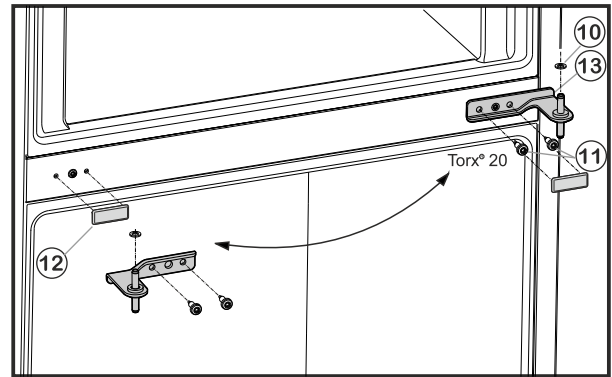

Fig. 6
- ▶ Deșurubați șuruburile de fixare Fig. 6 (11) (2 x Torx® 20) și extrageți suportul lagărului din centru din ușa inferioară.
- ▶ Demontați șaiba din plastic Fig. 6 (10).
- ▶ Desprindeți cu precauție capacul Fig. 6 (12).
- ▶ Așezați capacul Fig. 6 (12) din nou pe latura opusă.
- ▶ Introduceți bolțul central al suportului Fig. 6 (13) rotit cu 180° în ușa inferioară și înșurubați-l ferm cu șuruburile de fixare Fig. 6 (11) (2 x Torx® 20) pe noua parte a șarnierei (cu 4 Nm).
- ▶ Așezați la loc șaiba din plastic Fig. 6 (10).
- ▶ Așezați ușa superioară pe bolțul central al suportului Fig. 6 (13).